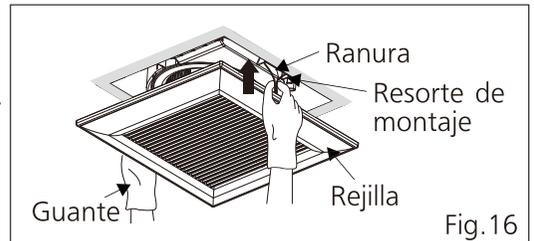

Fig. 16
5. Para el modelo FV-0810VSS1 vuelva a instalar la rejilla. (Fig.16)